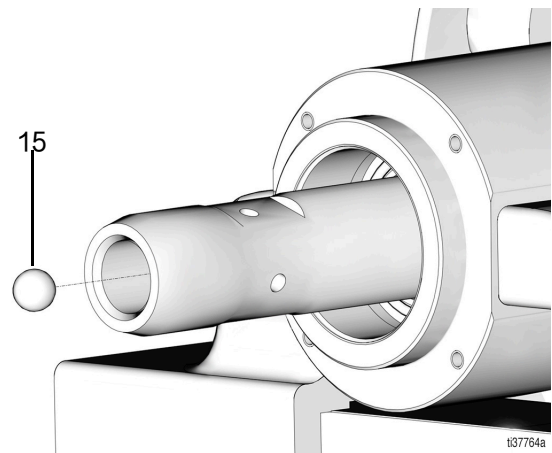

图 24
8. 更换活塞柱 (14) 和流体活塞 (9) 之间的止回球 (15) (图 24)。